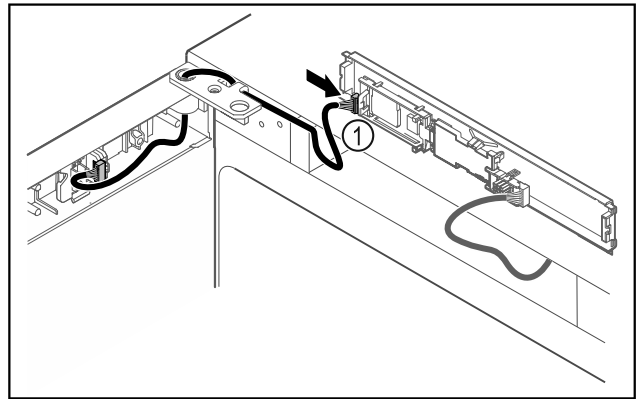

Fig. 45
- ▶ Включете щекера Fig. 45 (1) на платката.